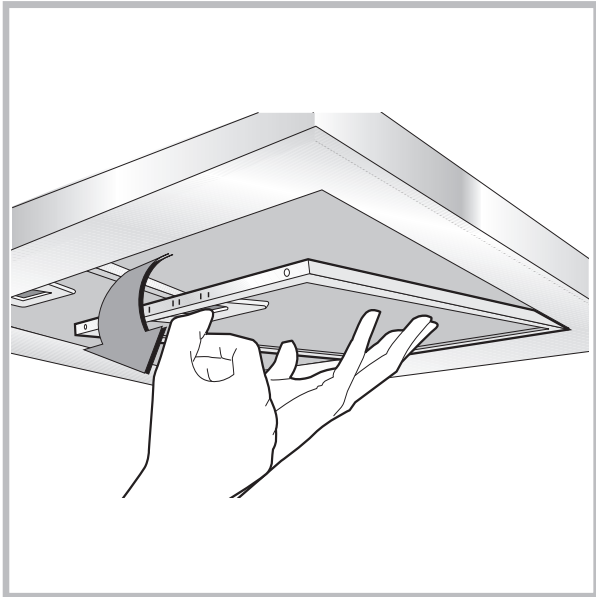

Fig.8
- Минимальная дистанция между опорной нагревающейся плоскостью и нижней частью кухонного дымососа должна быть не менее 65 см. Если применяется соединительная труба из двух и более частей, то верхняя часть должна располагаться снаружи нижней части. Не соединять выброс из вытяжки с каналом циркуляции горячего воздуха или с каналом, используемым для отвода дыма от устройств, запитываемых иной энергией кроме электрической. Перед тем как приступить к сборке устройства, для облегчения его монтажа отсоедините фильтр/жироулавливающий фильтр (рис.8).